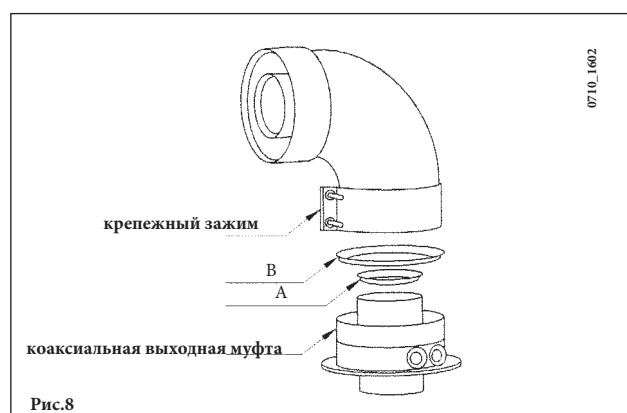

Рис.8
*Имеющуюся диафрагму (рис.8) следует удалить, когда  $L1+L2 > 4\text{м}$ .*